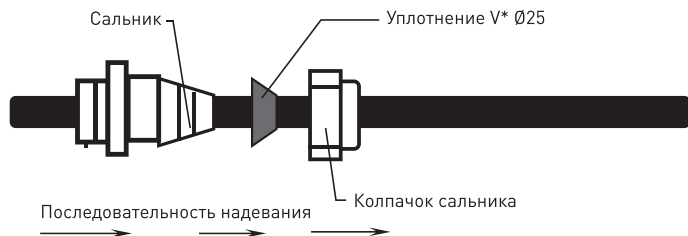

Рисунок 4
5.1. Подготовить сальник соединительной коробки к монтажу. Если он закручен в коробку – выкрутить его и разделить колпачок сальника и сам сальник. Последовательно надеть на кабель колпачок сальника M25, уплотнение V* Ø25 и сальник M25 (см. рис.4)